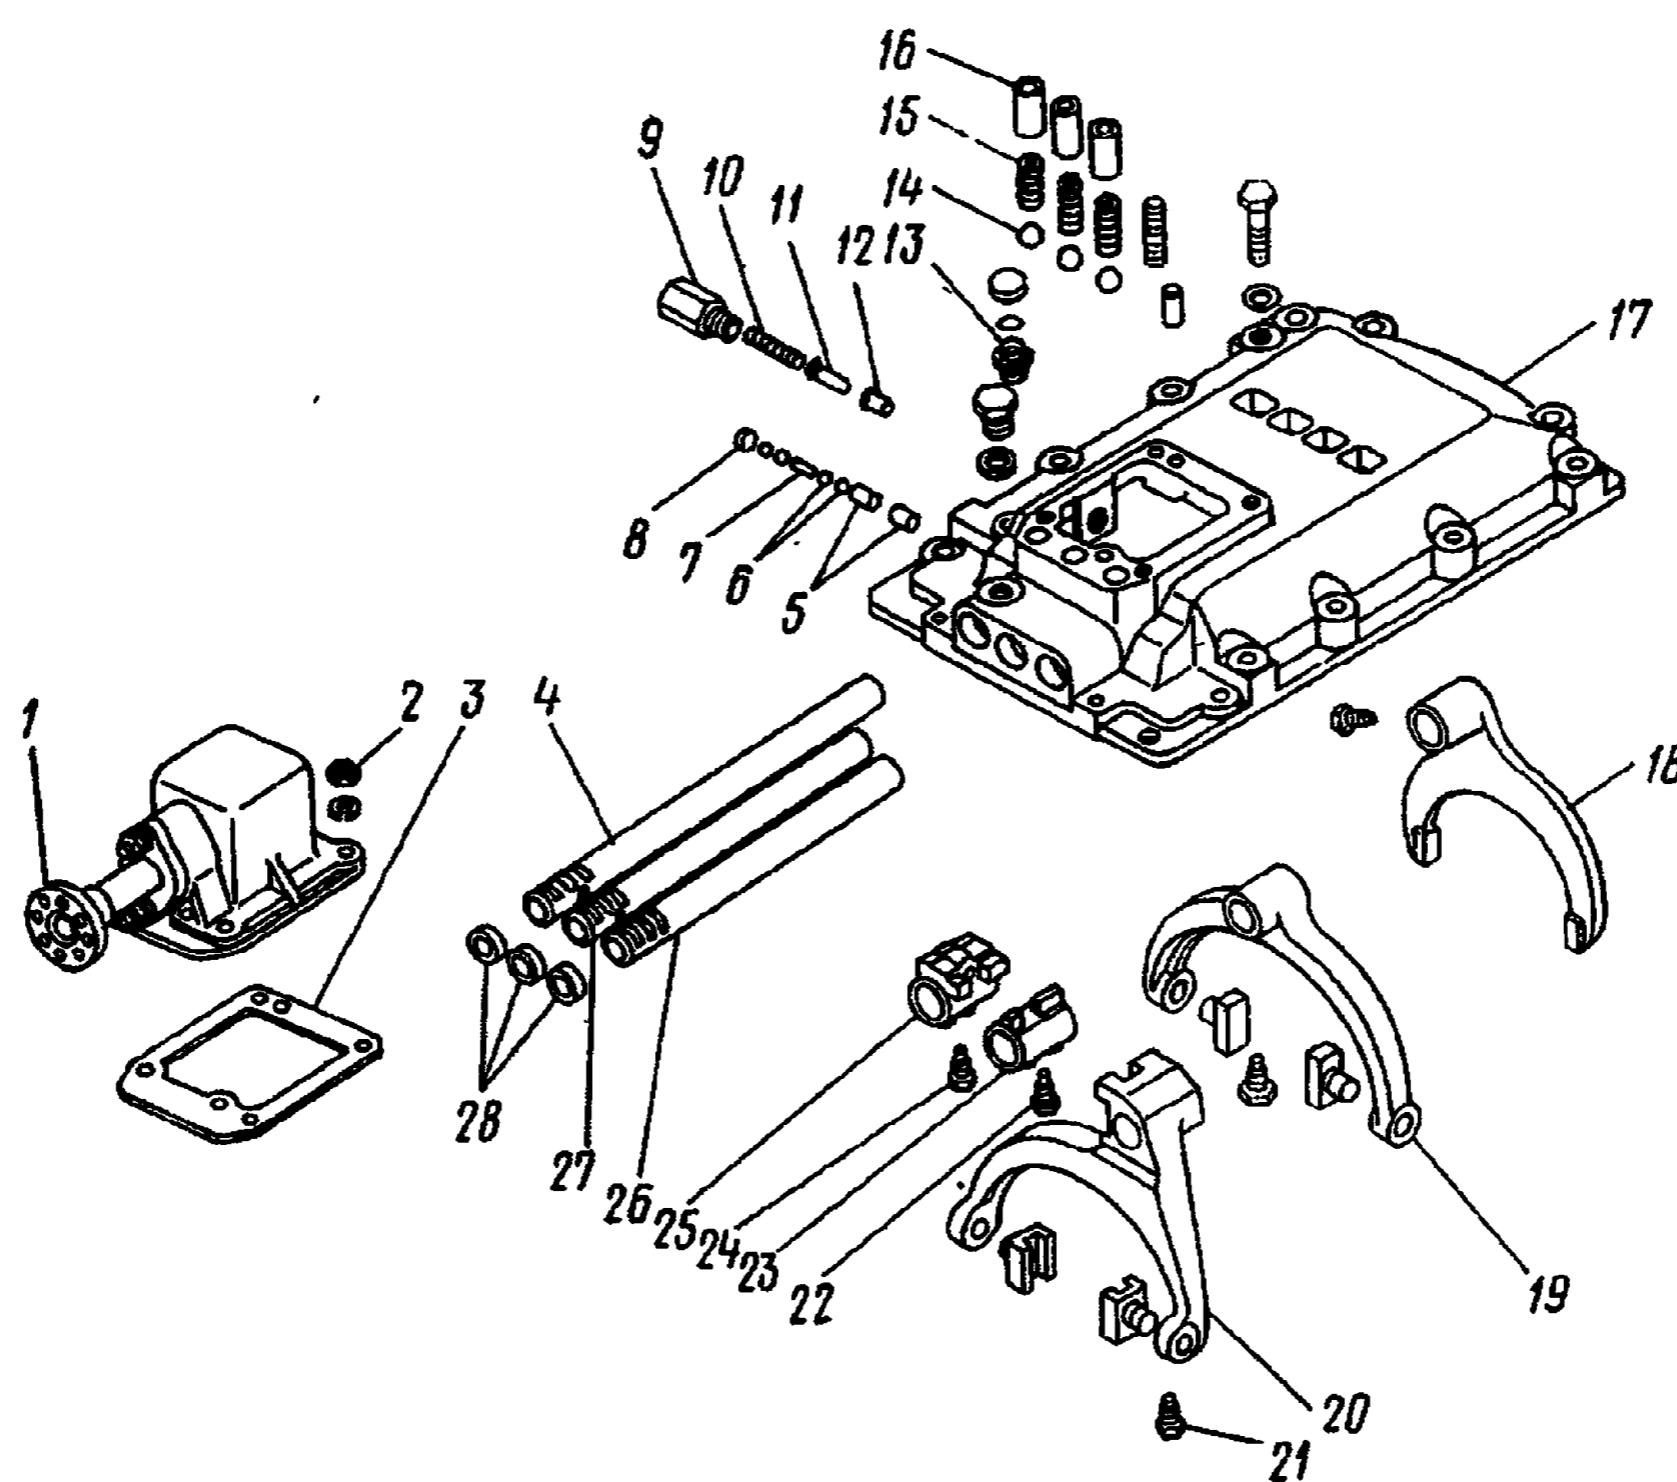

Рис. 149. Разборка механизма переключения передач:
69. Запрессуйте втулки 5 и заглушку 8 (см. рис. 149)	Молоток, оправка